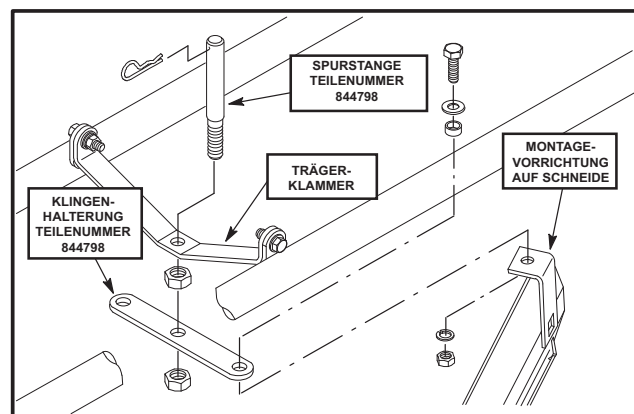

Abbildung 41
2. Entnehmen Sie die Klingenhalterung (Teilenummer 832309) aus dem Zubehörset. Richten Sie die Montagelöcher an den Enden der Schneiden mit den äußeren Bohrungen auf der Klingenhalterung aus (siehe Abb. 41).
3. Schieben Sie eine (1) flache Unterlegscheibe (Teilenummer 306981) und eine (1) Buchse (Teilenummer 521679) auf eine der 3/8-16 x 1 Schrauben (Teilenummer 306414). Führen Sie die Schraube mit Unterlegscheibe und Buchse (von oben) durch die Montagebohrungen auf der rechten oder linken Seite der Klingenhalterung. Sichern Sie die Verbindung mit einer (1) 3/8 Sicherungsscheibe (Teilenummer 120177) und einer (1) 3/8-16 Mutter (Teilenummer 306562).
5. Entnehmen Sie den Verbindungsstift (Teilenummer 832310) aus dem Zubehörset. Führen Sie das Gewinde des Verbindungsstifters durch die Bohrung auf der Trägerklammer auf dem Führungsrohr (siehe Abb. 41).
6. Nachdem das Gewinde des Verbindungsstifters durch die Klammer geführt wurde, schrauben Sie eine (1) 7/16-14 Mutter (Teilenummer 304364) auf dem Verbindungsstift, bis die Mutter das Ende des Gewindes erreicht.
7. Führen Sie das Gewinde des Verbindungsstiftes in die mittlere Bohrung der Klingenhalterung (siehe Abb. 41) und sichern Sie die Verbindung mithilfe der anderen 7/16-14 Mutter, Teilenummer 304364 (nach dem Sichern der Befestigungselemente sollte die untere Seite der zweiten Mutter mit dem Ende des Verbindungsstifters flach abschließen).